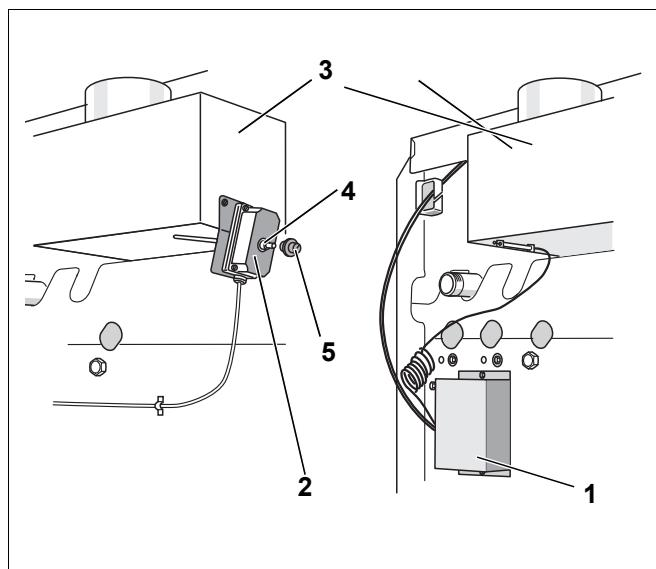

Рис. 11 Системы контроля дымовых газов
- Если имеется теплопотребность, система контроля дымовых газов AW 50 (Рис. 11, **поз. 1**) через несколько минут вновь автоматически запускает горелку.
- На системе контроля дымовых газов AW 10 (Рис. 11, **поз. 2**) примерно через две минуты снимите защитный колпачок (Рис. 11, **поз. 5**) и нажмите разблокировочный штифт (Рис. 11, **поз. 4**).